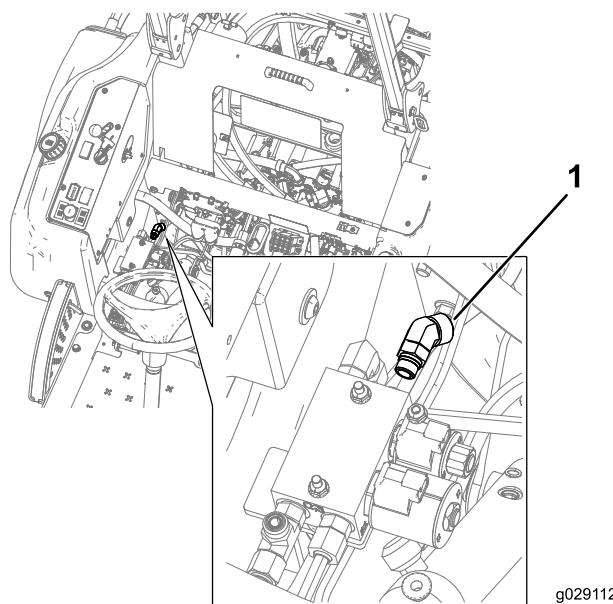

図 19
5. 運転席を倒して、45° フィッティングを図 19のように取り付ける。